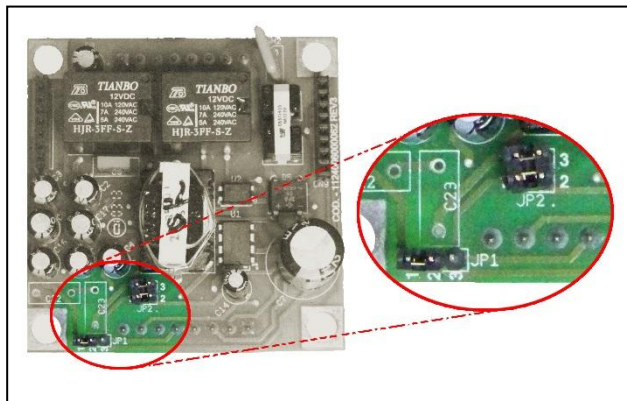

Fig. 8 – Localização dos jumpers na placa da fonte
- O equipamento é enviado com os jumpers configurados conforme a aplicação informada na solicitação de compra. Os jumpers ficam localizados na placa da fonte, conforme Fig. 8.